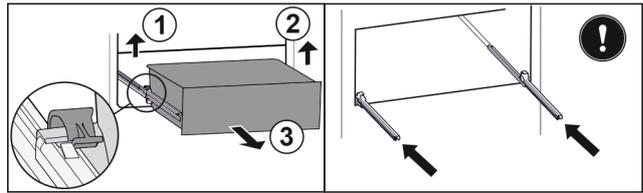

Fig. 109
- ▶ Linke Klemme anheben und gleichzeitig Schubfach links nach vorne ziehen. Fig. 109 (1)
- ▶ Rechte Klemme anheben und gleichzeitig Schubfach rechts nach vorne ziehen. Fig. 109 (2)
- ▶ Schubfach nach vorne entnehmen. Fig. 109 (3)